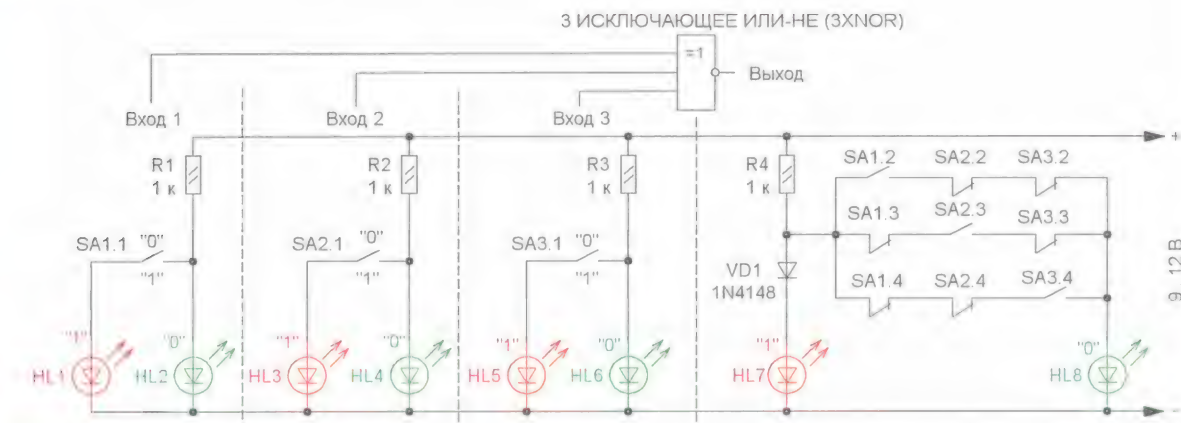

Рис. 4
**"3 ИСКЛЮЧАЮЩЕЕ ИЛИ-НЕ"** — логический элемент, имеющий три входа и один выход, уровень лог. 0 на котором появляется при условии, что уровень лог. 1 присутствует только на одном из его входов (рис. 4).